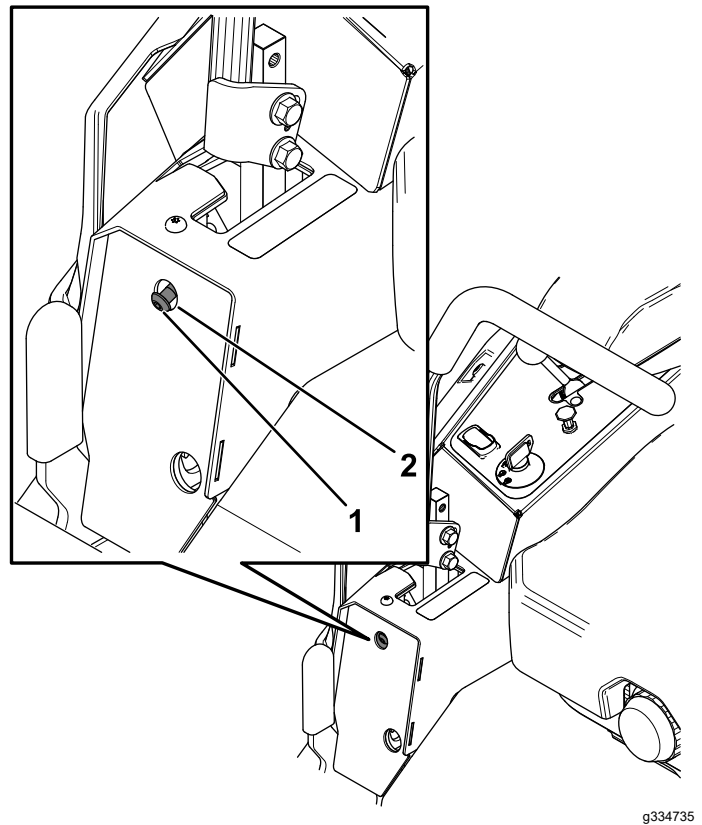

Figure 61
6. Si la machine se déporte à droite, insérez une clé hexagonale de 3/16 po dans le trou d'accès du panneau de protection avant gauche et tournez la vis de réglage de l'alignement dans le sens horaire ou antihoraire pour ajuster la course du levier (Figure 61).
7. Si la machine se déporte à gauche, insérez une clé hexagonale de 3/16 po dans le trou d'accès du panneau de protection avant droit et tournez la vis de réglage de l'alignement dans le sens horaire ou antihoraire pour ajuster la course du levier (Figure 61).